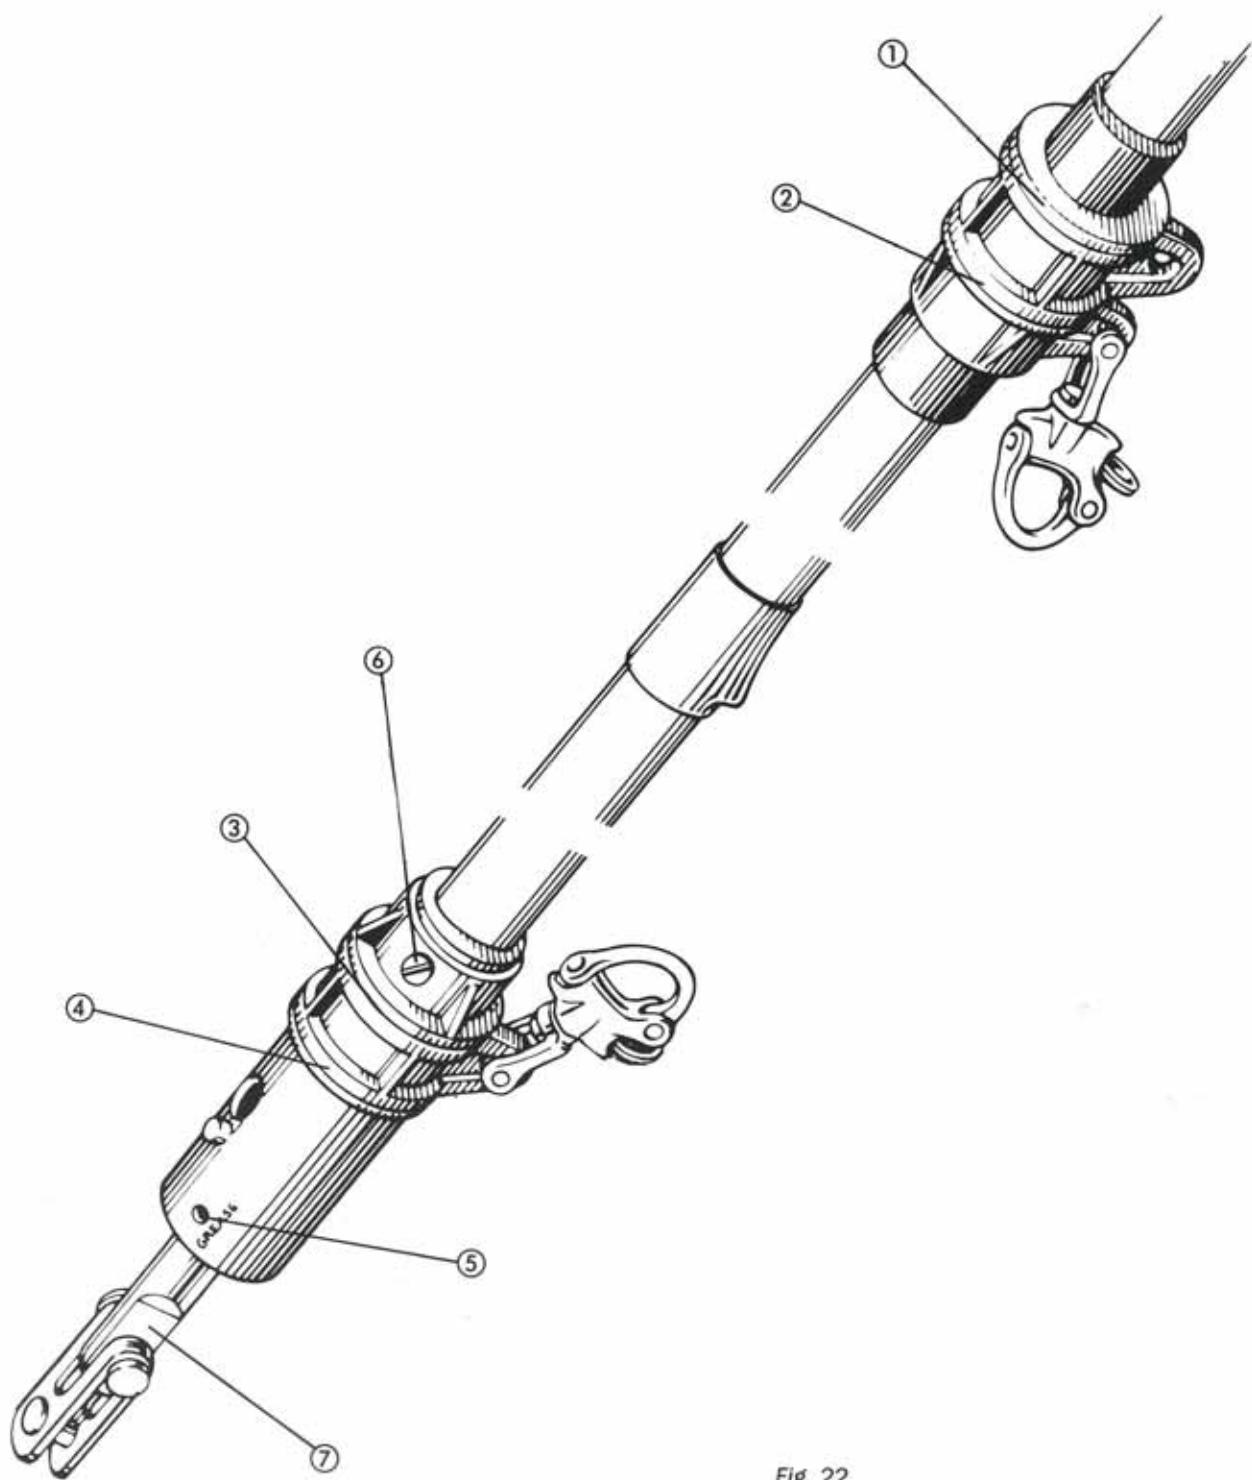

Fig. 22.
Smörj alla kullager med ett vattenbeständigt konsistensfett (med fördel på tub). Tryck in fettet direkt i springgorna ①–④. (Se fig. 22) på 3–4 ställen och vrid runt.
Lubricate all roller bearings with a water proof grease (preferably in a tube). Inject the grease directly into the slots ① – ④ (see fig. 22) in 3 – 4 places and turn the swivel.
Schmieren Sie alle Kugellager mit wasserfestem Fett. (Vorteilhaft aus der Tube). Drücken Sie das Fett direkt an mehreren Stellen in die Zwischenräume ① – ④ und drehen Sie mehrmals. (Siehe Fig. 22).